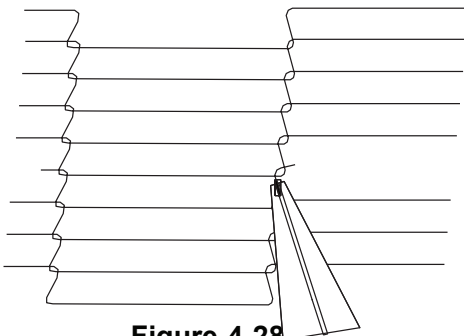

Figure 4-28.
2. À l'aide de longues pinces, décrochez les maillons maîtres de l'extrémité gauche du transporteur tel qu'indiqué sur la Figure 4-28.